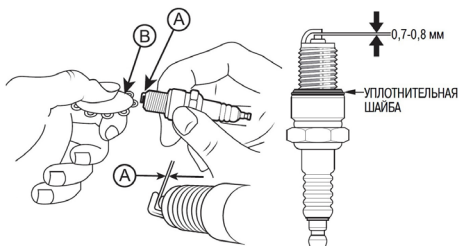

Рис. 24. Проверка межэлектродного зазора
4. Измерьте зазор А между электродами свечи зажигания специальным щупом В. Зазор должен быть 0,7-0,8 мм (Рис. 24). При увеличении или уменьшении требуемого зазора, рекомендуется заменить свечу, так как регулировка зазора может привести к изменению качества искрообразования.